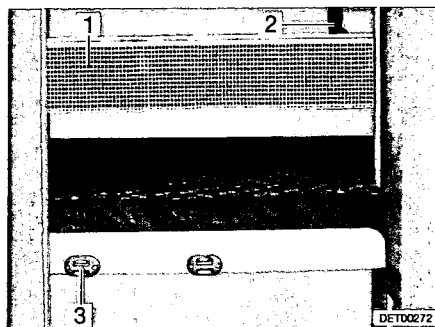

Bild 35 Sicherungsnetz
- Die Aufstiegsleiter mit den Holmen in die Halterung (Bild 35,3) an der Blende einhängen.
**Sicherungsnetz** Das Sicherungsnetz (Bild 35,1) ist serienmäßig zwischen Matratze und Lattenrost verstaut. Das Sicherungsnetz erst aufspannen, wenn sich die Person bereits im Bett befindet.
*Aufspannen:* ■ Die Haltebänder (Bild 35,2) in die Halterungen an der Decke einrasten.